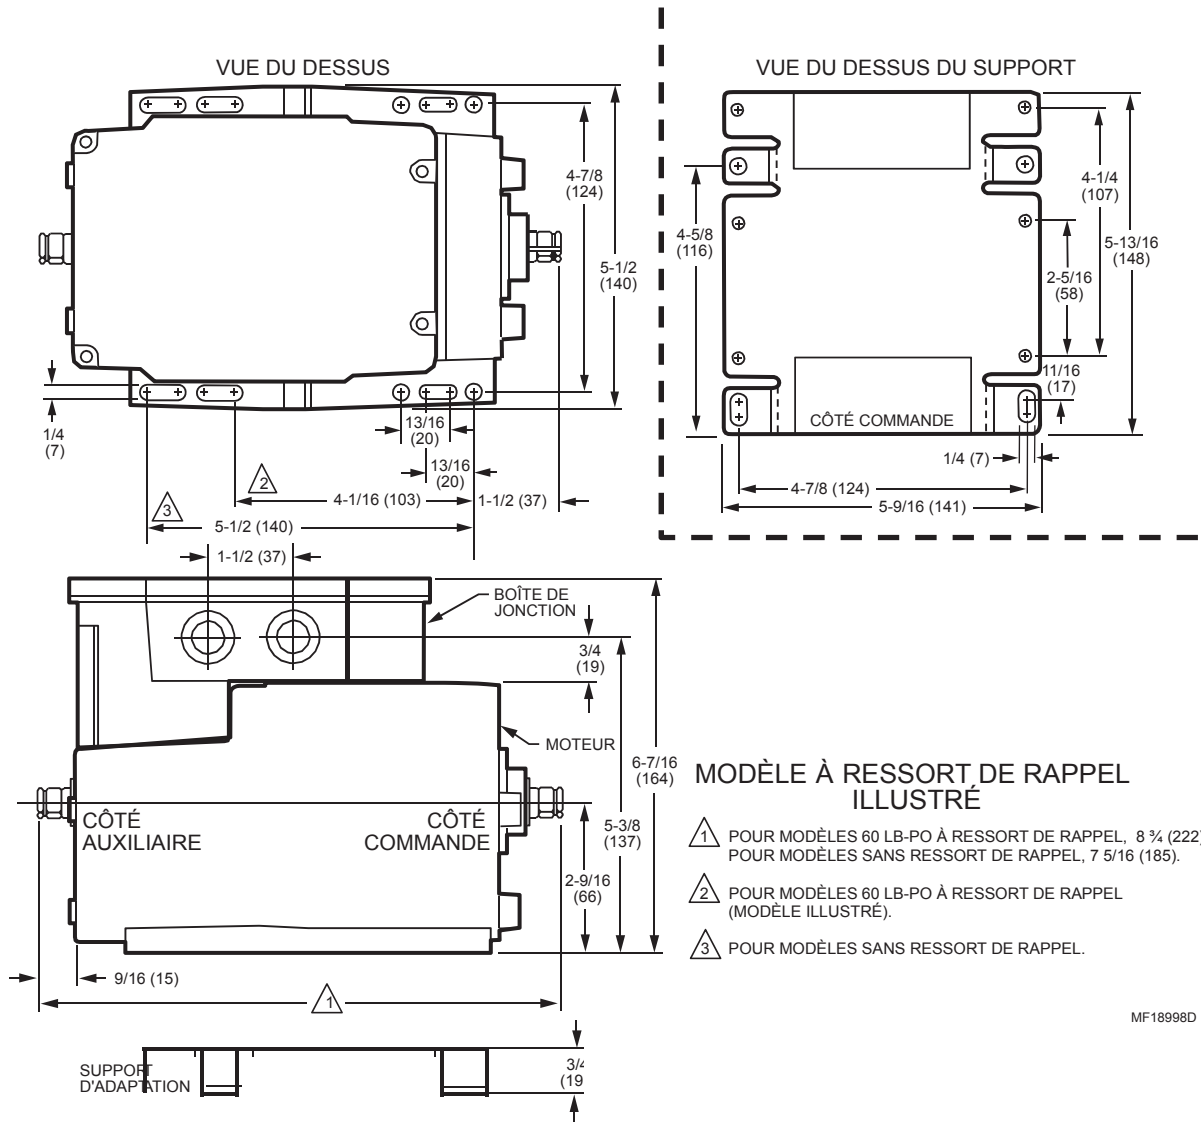

Fig. 2. Encombrement des servomoteurs Modutrol IV de série 90 en po (mm).
**Encombrement :** Consulter la Fig 2.